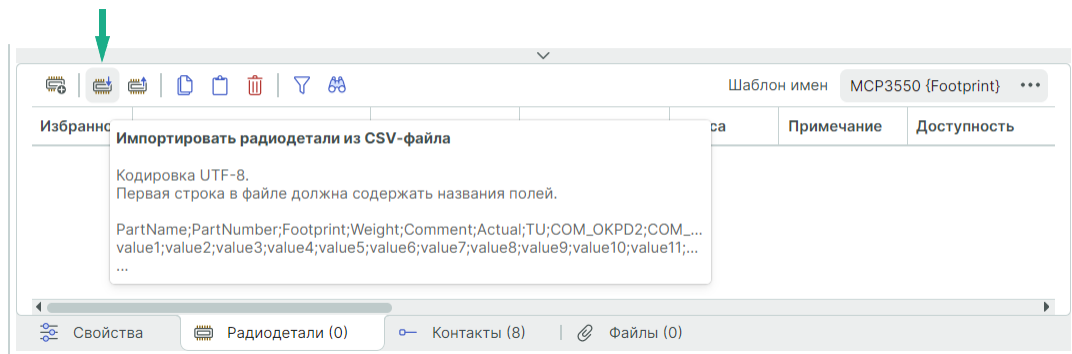

Рис. 307 Импорт данных радиодеталей с помощью csv-файла
1. Нажмите на символ  «Импортировать радиодетали из CSV-файла» на вкладке «Радиодетали» редактора компонентов, см. Рис. 307.